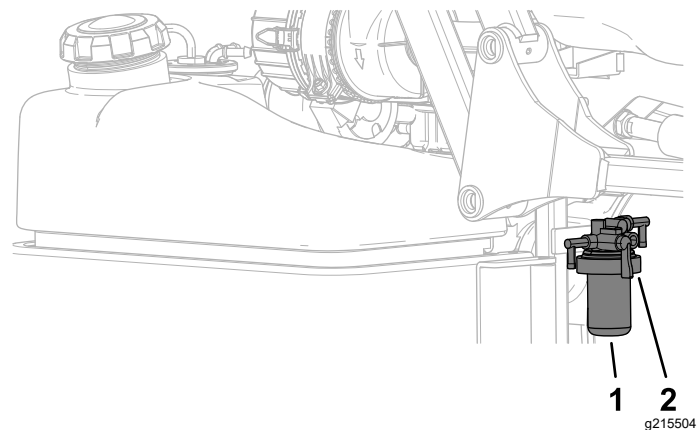

Figura 69
1. Limpie la zona alrededor de la cabeza del filtro de combustible (Figura 69).